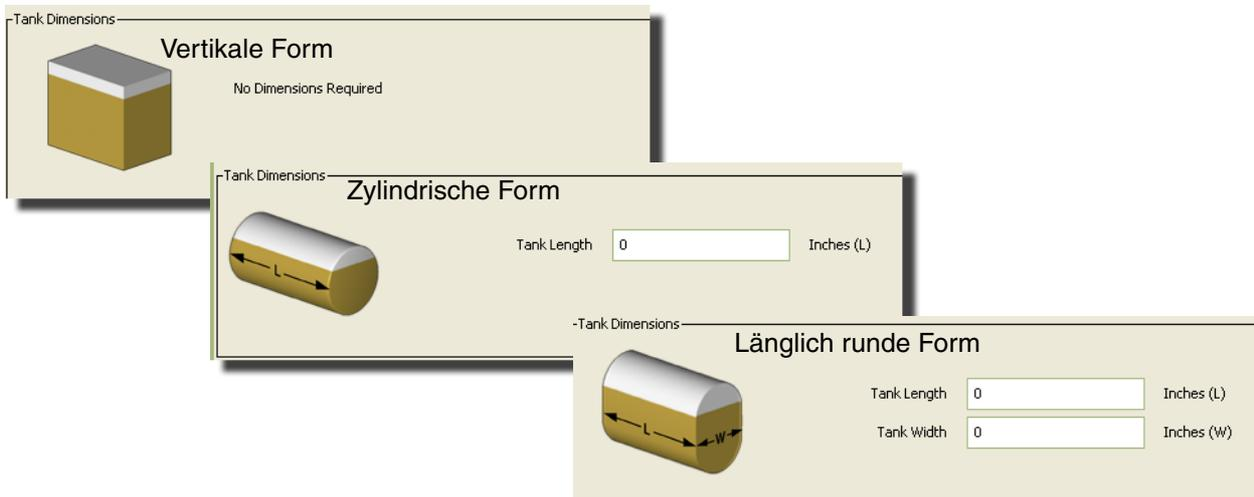

ABB. 102
- **Tankform:** Wählen Sie entweder vertikal (Standard), zylindrisch oder länglich rund. Für zylindrische und länglich runde Tanks werden weitere Abmessungsangaben benötigt (siehe ABB. 102).